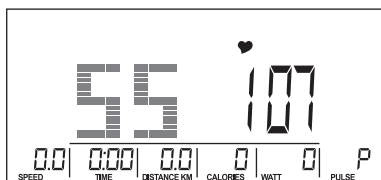
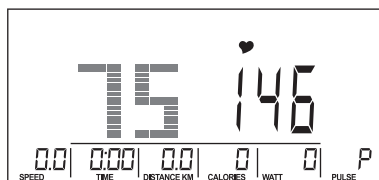
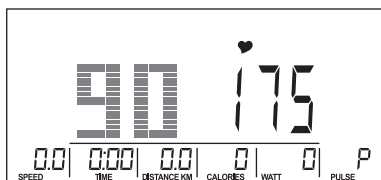

Fig. 15
Fig. 16
Fig. 17
2. Premere MODE per confermare le impostazioni. Utilizzare la manopola per selezionare un livello di frequenza cardiaca massima del 55 % (Fig. 15), 75 % (Fig. 16), 90 % (Fig. 17).